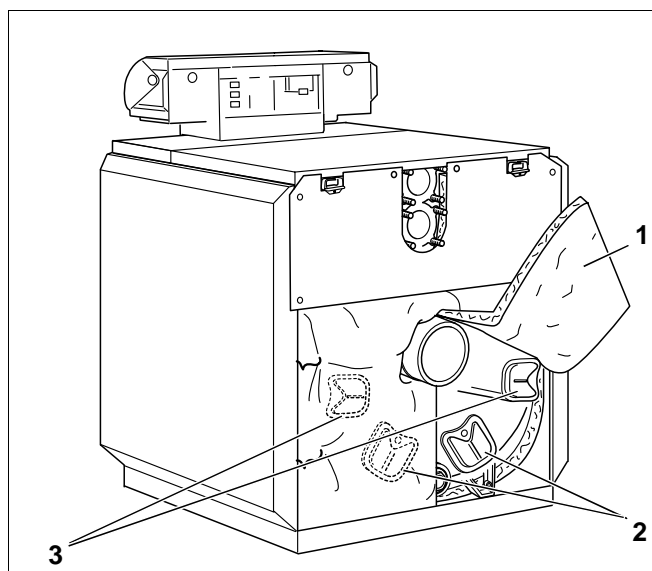

Fig. 52 Afmontering af rensedæksler
- Vip de to ender af isoleringen op, (Fig. 52, **pos. 1**) og fastgør dem i denne stilling med spændefjedrene.
- Tag rensedækslerne på bagelementet (Fig. 52, **pos. 2**) og røggassen (Fig. 52, **pos. 3**) af.